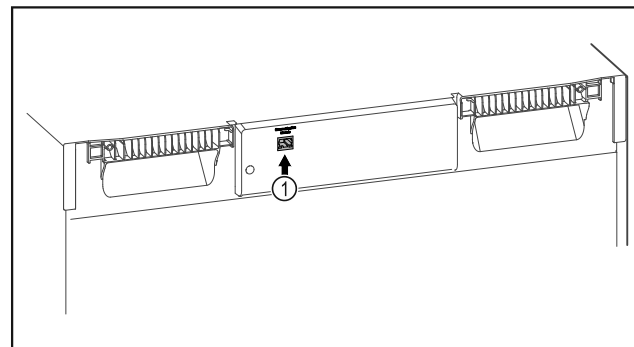

Fig. 115
- SmartModule Fig. 115 (1) установлен.